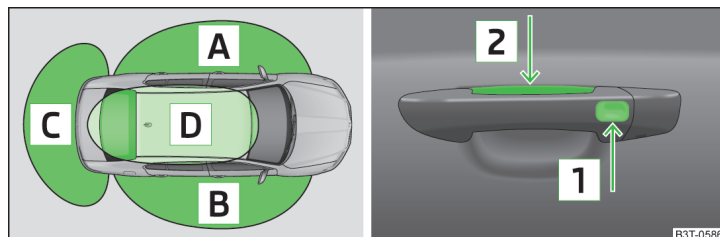

Fig. 32 KESSY: Denumirea domeniilor/ senzorilor din mânerul portierei față
**Zone de deblocare, respectiv de blocare » fig. 32**
Sistemul KESSY (Keyless Entry Start Exit System) permite o descuriere, respectiv încuiere a autovehiculului fără utilizarea activă a cheii. Cheia trebuie să se afle în una dintre zonele **A**, **B**, respectiv **C** » fig. 32 (până la circa 1,5 m depărtare de autovehicul).
➤ Prindeți mânerul portierei față sau acoperiți senzorul **2** » fig. 32 cu toată palma » **!**.
➤ Atingeți senzorul **1** » fig. 32 cu degetele.
➤ Atingeți senzorul **1** » fig. 32 cu degetele, de două ori, în interval de 2 secunde.
Sistemul KESSY poate găsi cheia autorizată, chiar dacă aceasta a fost uitată, de exemplu în partea din față a acoperișului autovehiculului **D** » fig. 32. De aceea este necesar să se știe în permanență unde se află cheia.
- ✓ Cheia cu care a fost încuiat autovehiculul a rămas în autovehicul în zona **D** » fig. 32 la pagina 51.
Dacă autovehiculul nu se deblochează în termen de 60, respectiv 90 ore, senzorii din mânerul portierei pasagerului din față, respectiv șoferului se dezactivează automat » fig. 32 la pagina 51.
- Descuiați portiera șoferului cu ajutorul senzorului **2** » fig. 32 la pagina 51.